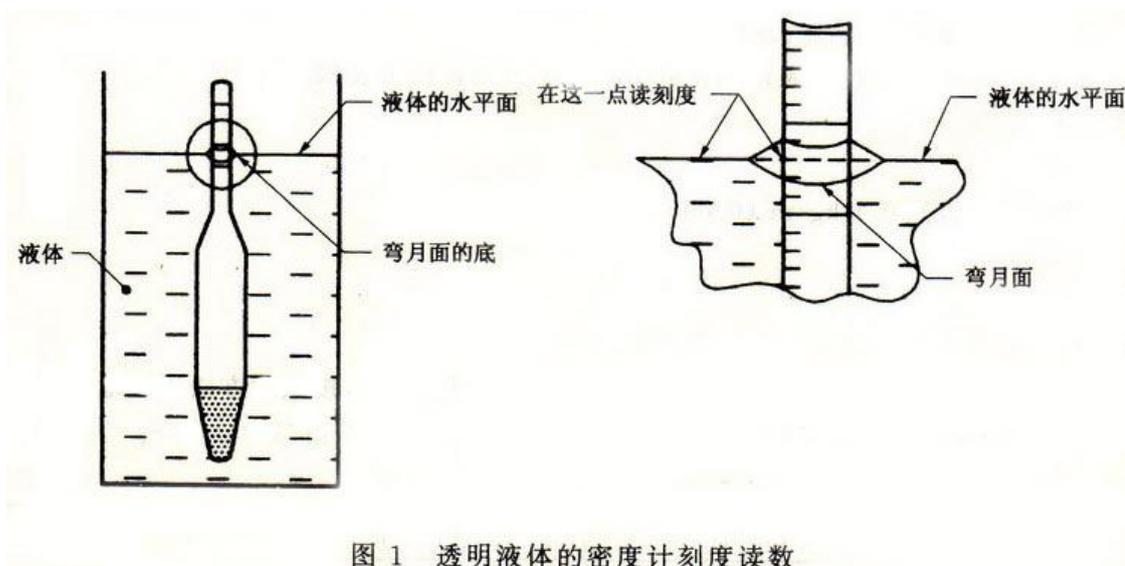

图 1 透明液体的密度计刻度读数
- 8、测定透明液体，先使眼睛稍低于液面的位置，慢慢地升到表面，先看到一个不正的椭圆，然后变成一条与密度计刻度相切的直线（见图 1 ）。密度计读数为液面主液面与密度计刻度相切的那一点。